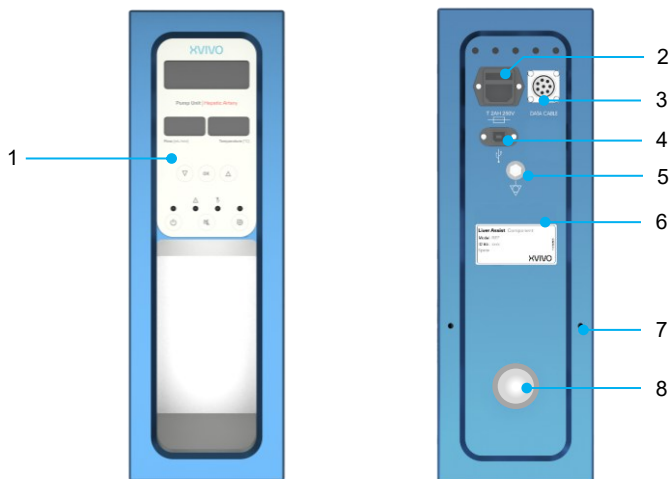
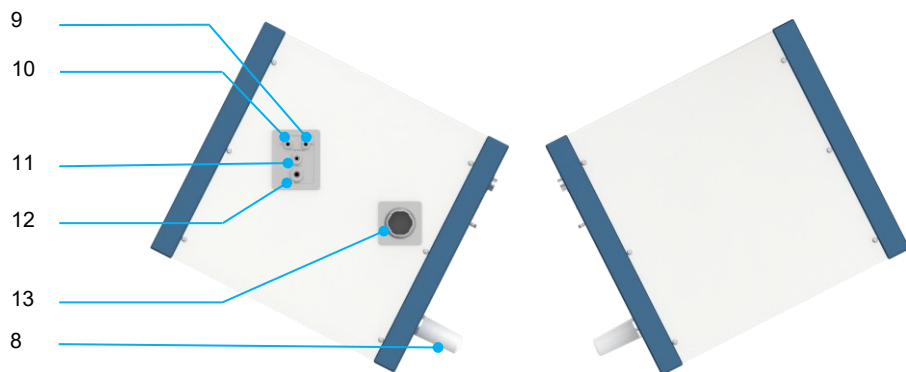

Figure 2 Vue avant et arrière des unités de pompe
Figure 3 Vue latérale droite et gauche des unités de pompe
Le Liver Assist contient deux unités de pompe distinctes (Figure 2 et Figure 3). Une unité de pompe pour la perfusion de la veine porte (VP) et l'autre pour la perfusion de l'artère hépatique (AH). La pompe de la veine porte (Figure 1, unité de droite) fonctionne en mode continu, avec une pression qui peut varier de 0 à 16 mmHg selon le réglage choisi. La